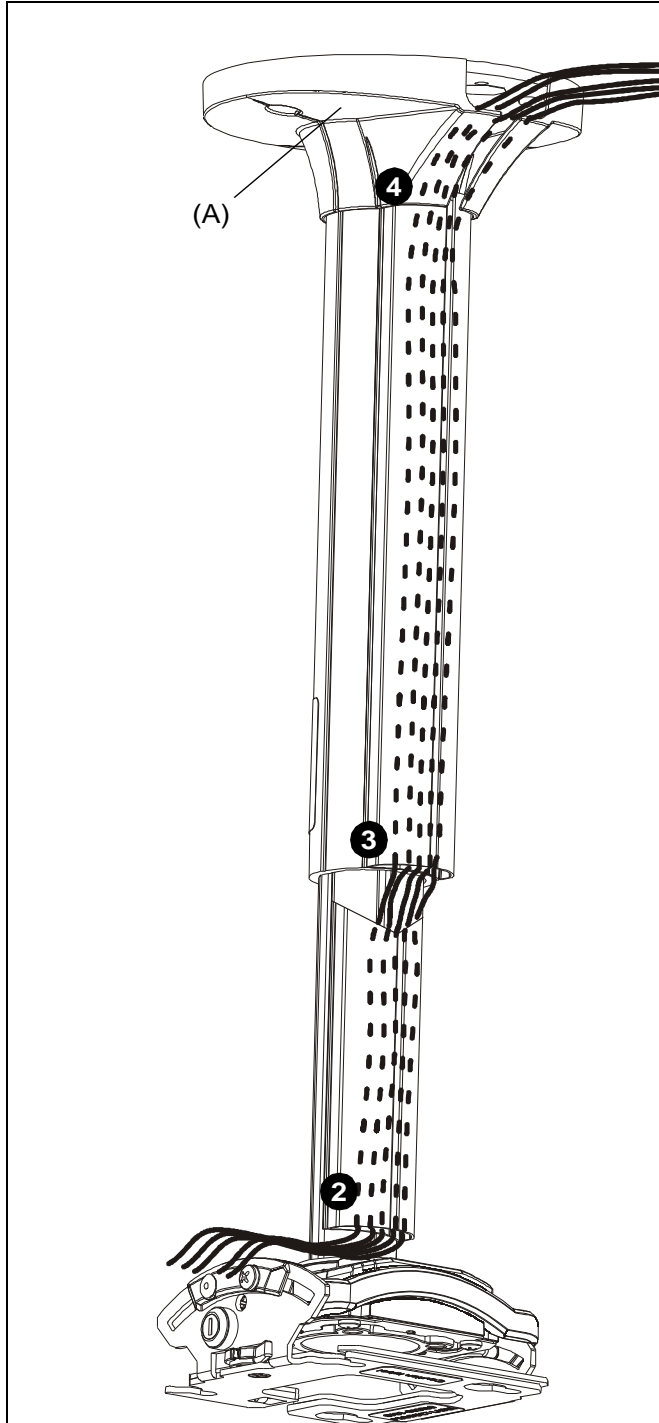

Abb. 22
2. Führen Sie die Kabel durch die untere Kabelabdeckung. (Siehe Abb. 22)
3. Führen Sie die Kabel durch die obere Kabelabdeckung. (Siehe Abb. 22)
4. Führen Sie die Kabel durch Deckenplattenabdeckung (A). (Siehe Abb. 22)